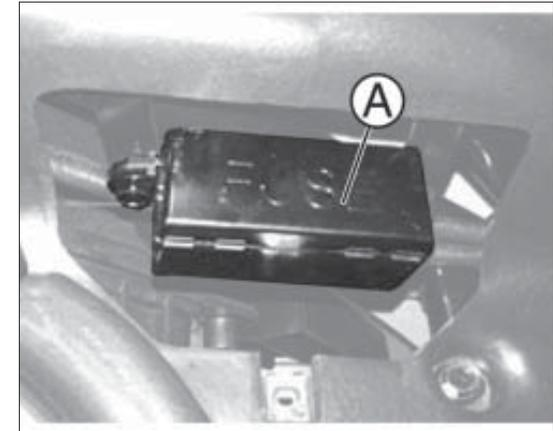

Abb. 1
- für den Zugriff auf die Sicherungen die Abdeckung A Abb. 1 anheben;